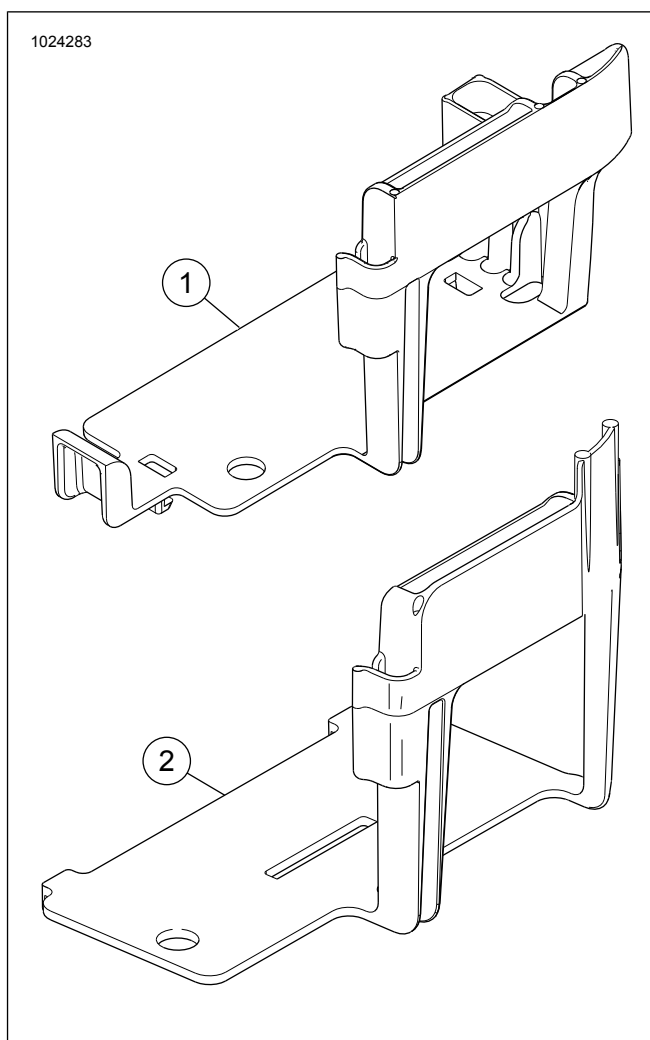

Figura 27. Portabaterías Softail no modificado
4. Vea Figura 27. Quite el portabaterías. Consulta el manual de servicio.